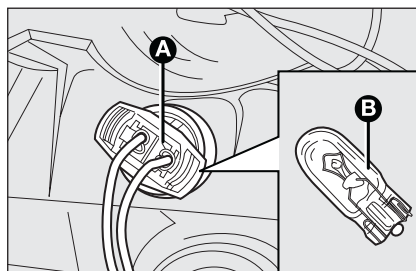

fig. 25
- ☐ enlever le groupe porte ampoule **A**-fig. 25 monté à pression, dégager l'ampoule **B** et la remplacer;